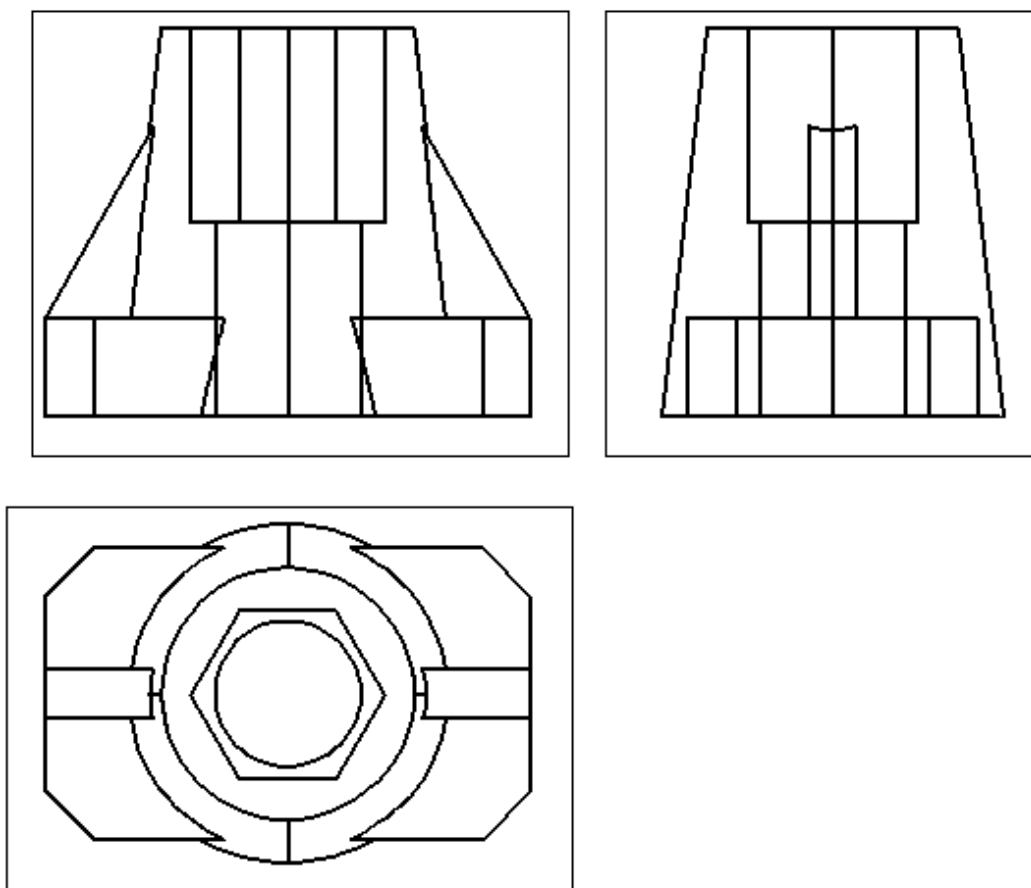

Рис.1
1. Последовательное поэтапное «твердотельное моделирование» детали по ее чертежу (Рис.1).
При создании твердотельной модели, показанной на чертеже детали (рис.1), процесс моделирования (разделения ее на простые твердотельные модели) проводится по изложенному ниже сценарию.